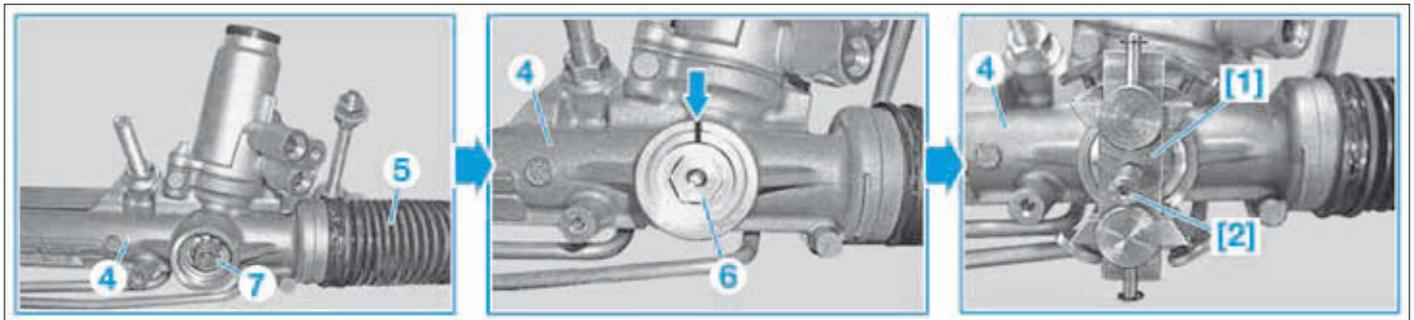

FIG. 13
- Ecarter le soufflet (5) vers l'extérieur.
- Déposer la vis de réglage (6) sans alésage.
- Reposer une nouvelle vis de réglage (6) avec alésage et la serrer au couple.
Faire attention à positionner correctement le ressort de compression intérieur (7) (Fig.13).